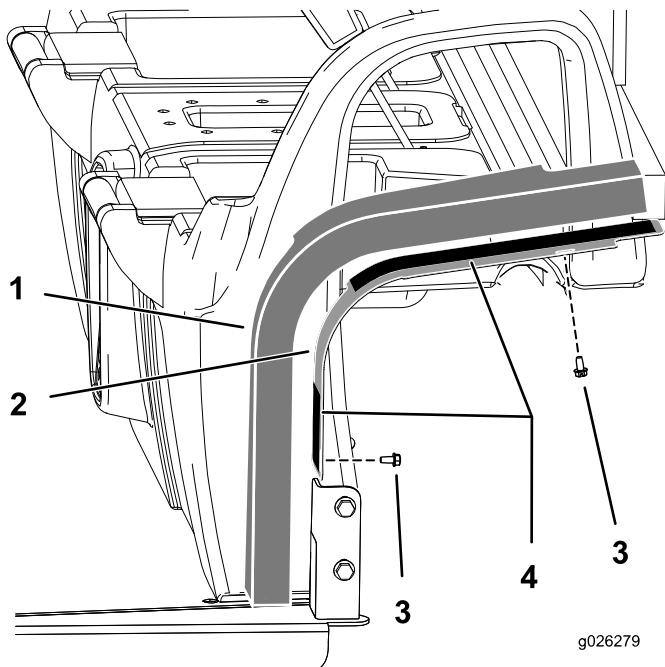

图7
- 如图7 所示用 4 个螺栓 1/4 英寸将安装板固定到驾驶室。
- 撕下安装板上双面胶带的纸基 图7。
4. 将泡沫板安装到总成上 图7。